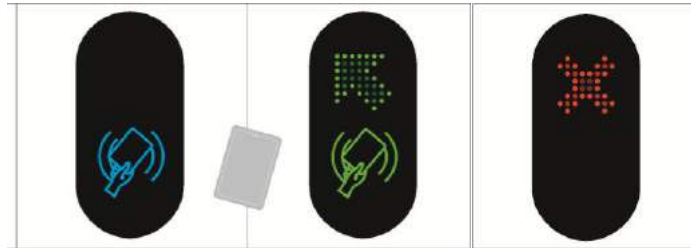

Рис. 5 - Отображения статуса работы турникета на табло индикации
1.4.2.2 Статус работы турникета (Рис.5) отображают платы индикации **1,2**, установленные на элементы рамы тумбы турникета. Постоянно светящаяся синяя индикация означает исходное состояние турникета. При попытке несанкционированного прохода начинает мигать красная индикация, включается звуковой сигнал. При поступлении команды открыться, сигнал трансформируется в зеленую стрелку со стороны разрешенного прохода. Если попытка несанкционированного прохода происходит при открытых створках, то створки закроются, если в зоне движения створок нет никаких преград.